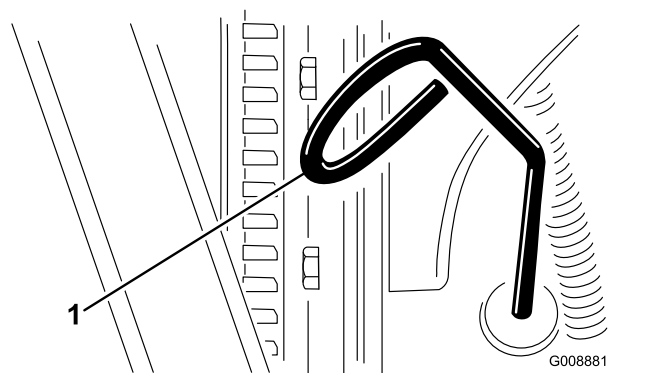

図 28
2. ディップスティック 図 28 を抜きウェスで一度きれいに拭く。